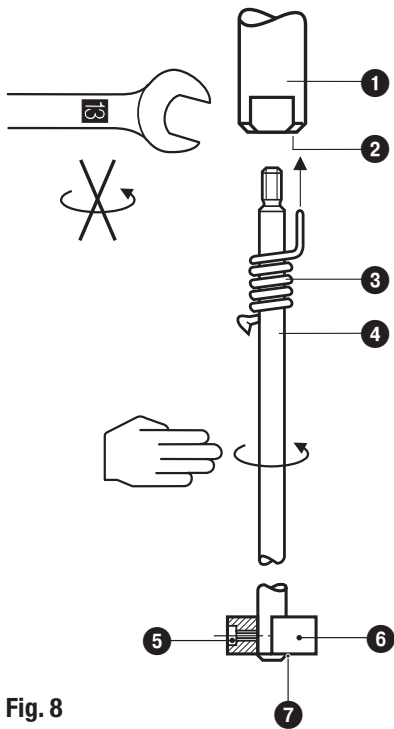

Fig. 8
1. Avvitare l'elettrodo ④ nel corpo della sonda ①. **Fig. 8**
3. Segnare la misura sull'elettrodo ④.
4. Svitare l'elettrodo ④ dal corpo sonda ① e tagliarlo.
5. Avvitare a fondo l'elettrodo ④ sul corpo ①. Far scorrere la molla di sicurezza ③ sull'elettrodo ④, affinché la parte piegata si inserisca nel foro ②.
6. Se fosse necessario il dischetto di estensione ⑥ inserirlo sull'elettrodo ④ assicurandosi che l'elettrodo sporga almeno due millimetri dal dischetto. Fissare il dischetto con il grano ⑤. Inserire la ranella di blocco ⑦ contro il dischetto ⑥.